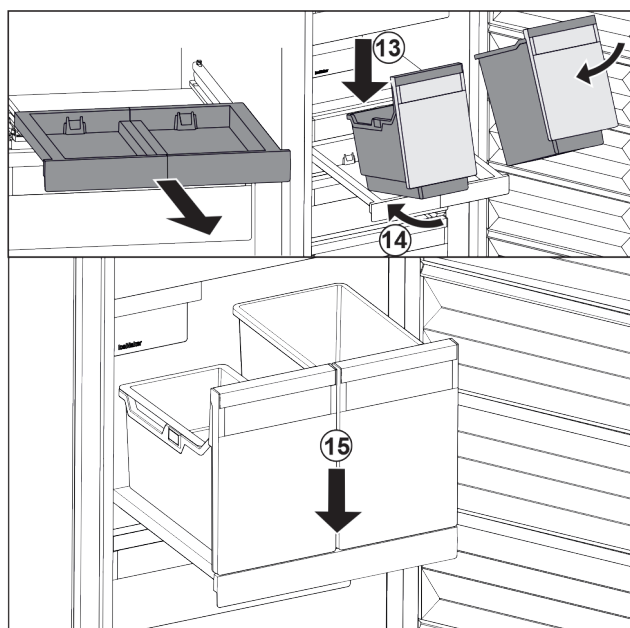

Fig. 110
- ▶ Sæt beholderne skråt på udtrækshylden. Fig. 110 (13)
- ▶ Skub beholderne skråt bagud. Fig. 110 (14)
- ▶ Sæt beholderne ned foran. Fig. 110 (15)